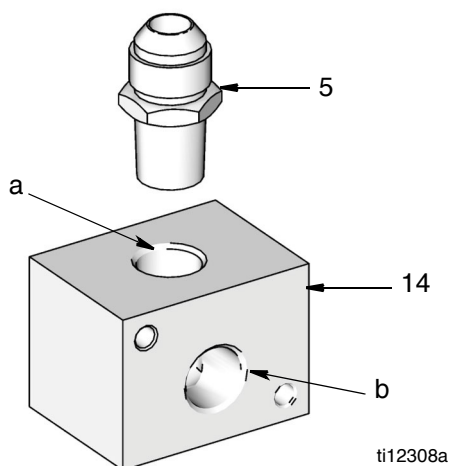

Рис. 11
- Подсоедините фитинг-переходник (5) в отверстие (a) распределителя (14). Надежно затяните. Правильное положение см. на Рис. 11.